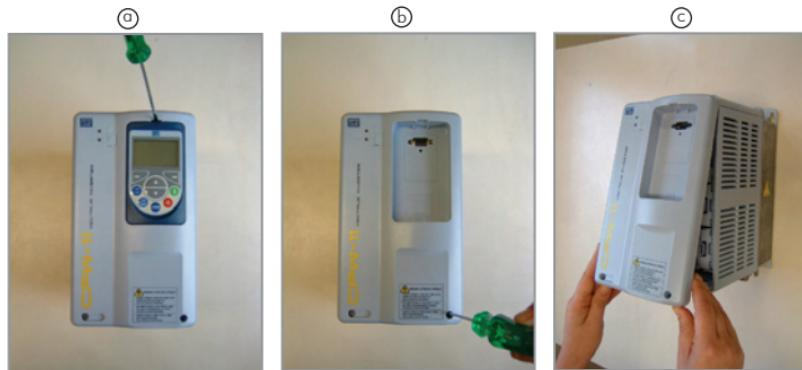

Figura 2: Quitando la tapa frontal
- Paso 1** Con el convertidor desenergizado, quite la tapa frontal del CFW-11 (figura 2).